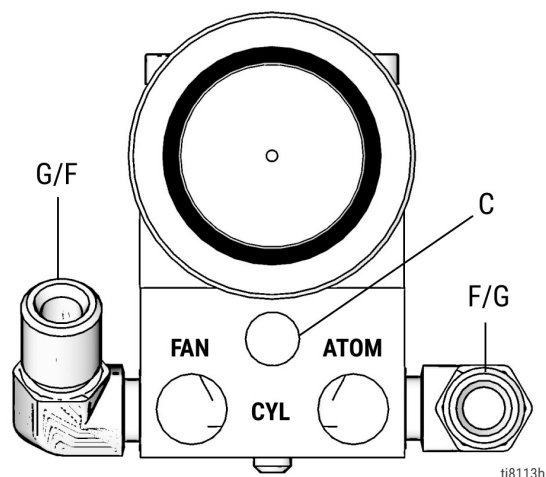

図 7-1: マニホールド 288219、288220、および 26C622
4. 塗装用途では、液体中の粒子によるスプレーチップの目詰まりを防ぐため、ガンの液体インレット (F) にインライン液体フィルタ (部品 210500 または 26C633) を取り付けてください。図 7-1 を参照してください。
5. 導電性液体ホースを、ガンの液体インレット (F) またはオプションのインラインフィルタに接続します。